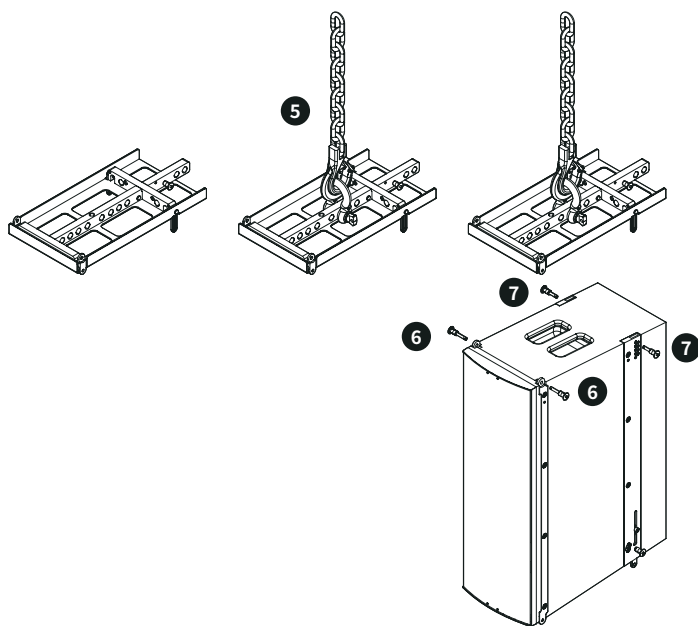

图 16. 连接 M-F3A FS 低音音箱到 M-F3A FS BF 吊架
5. 根据所需的倾斜角度选择相应的孔位, 使用合适的卸扣将 M-F3A FS BF 吊架连接至起重链条, 如图16所示。
7. 通过 M-3A FS BF 吊架后侧的折叠式连接臂固定顶部安全插销, 从而完成低音音箱上后部的锁定。请参见图 16。